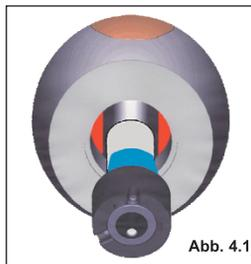

Abb. 4.1
Nehmen Sie jetzt die neue Lampe und schieben Sie diese von der Seite mit den Haltenuten durch die Fassung. Drehen Sie die Lampe so, daß beide Haltestifte des Lampensockels in den Haltenuten der Fassung versinken. Achten Sie darauf, daß Sie nicht mit bloßen Fingern den Glaskolben der Lampe anfassen oder wischen Sie diesen mit einem sauberen Tuch wieder ab. Nehmen Sie nun das Blinkergehäuse und halten Sie es mit der Gewindeöffnung nach oben. Drehen Sie die Fassung mit der Lampe so, daß die beiden Ausrichtestege (in Abb. 4.1 blau) der Fassung zwischen den im Blinkergehäuse sichtbaren halbmondförmigen Anlageflächen (in der Abbildung rot) hindurchgleiten können. Lassen Sie die Fassung mit dem Lampenglas nach unten in die Gewindebohrung gleiten. Nehmen Sie jetzt das Multifunktionsteil (4) und drehen Sie das Blinkergehäuse mit der Hand vorsichtig auf dieses auf. Wenn sich das Multifunktionsteil nicht einschrauben läßt, ist die Fassung nicht richtig im Blinkergehäuse ausgerichtet. Richten Sie in diesem Fall die Fassung mit Lampe neu aus. Drehen Sie das Blinkergehäuse wieder, wie oben beschrieben, auf das Multifunktionsteil. Wenn der Gewindeteller bündig mit dem Blinkergehäuse abschließt, setzen Sie einen 10 mm Maulschlüssel an den Schlüsselflächen des Multifunktionsteiles an und schrauben das Multifunktionsteil fest. Schieben Sie jetzt den Blinker wieder bis zur Hälfte des Befestigungsgummis in den Lenker und verfahren Sie weiter, wie in Kap. 3.4 beschrieben. Vergessen Sie nicht die abschließende, exakte Ausrichtung des Blinkers.